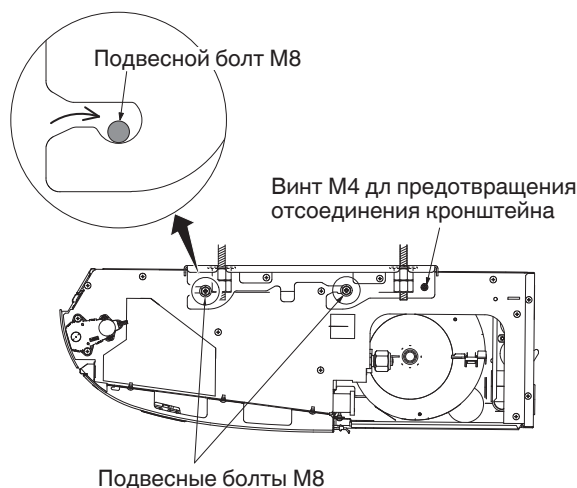

Рис. 3-17
- б) Подвесьте внутренний блок к кронштейну. Затяните подвесные болты M8 и зафиксируйте внутренний блок на месте. (Рис. 3-17)